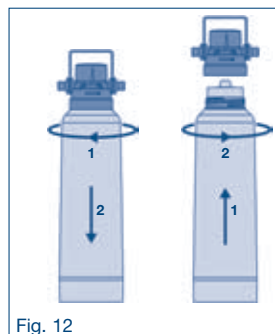

Fig. 12
2. Ruotare la cartuccia filtrante in senso orario dal coperchio del filtro (vedi Fig. 12).
3. Installare una nuova cartuccia filtrante (vedi Fig. 12).